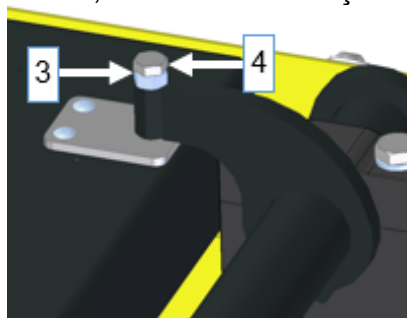

Figura 8
- Solte as contraporcas (veja Figura 8). Em seguida, o parafuso é aparafusado até que o selo da tampa envolve todo o depósito.